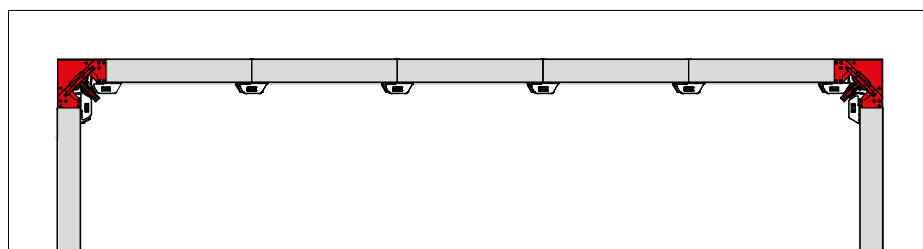

Fig. 36.1
1. Après le bétonnage, retirer les serrures de coffrage AS de l'angle intérieur décoffrant (Fig. 36.1).